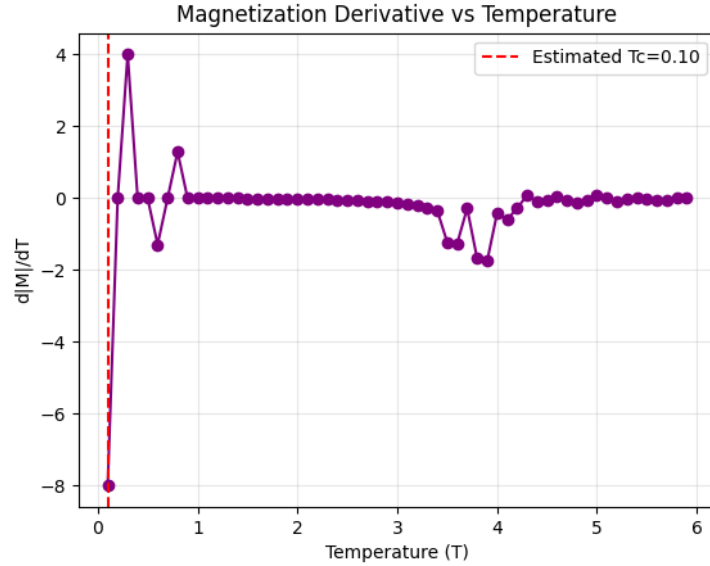

图 2 磁化强度导数作为居里温度判断依据
- **相变温度：**通过磁化强度导数精确确定（图2），低温下由于振荡强烈，应当从 $T = 3$ 开始计算导数。